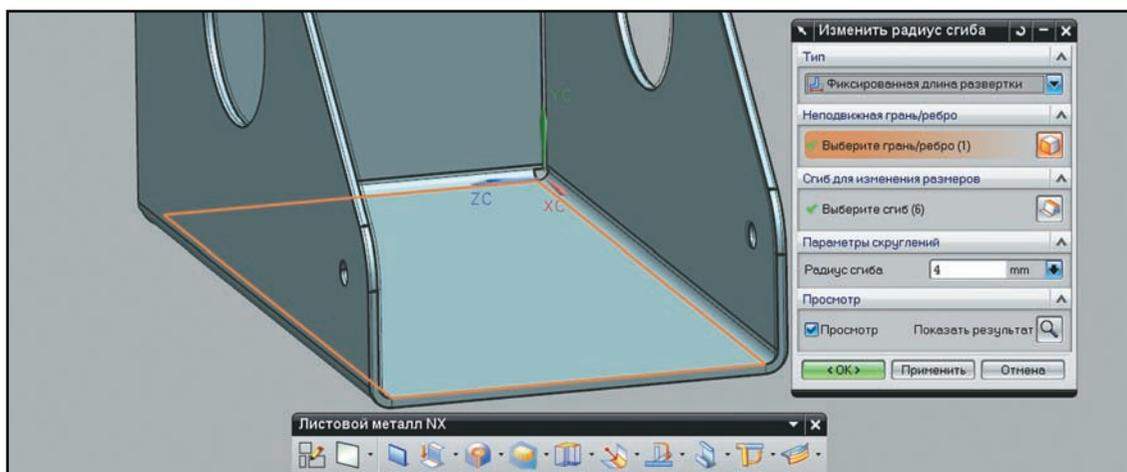

Рисунок 5.30. Модификация радиусов фланцев и места сгиба расположены в назначенных местах.
- Измените радиусы сгибов, заданные по умолчанию. На инструментальной панели нажмите кнопку команды **Изменить радиус сгиба (Resize Bend Radius)** и укажите три грани сгиба, которые надо изменить (рис. 5.30).